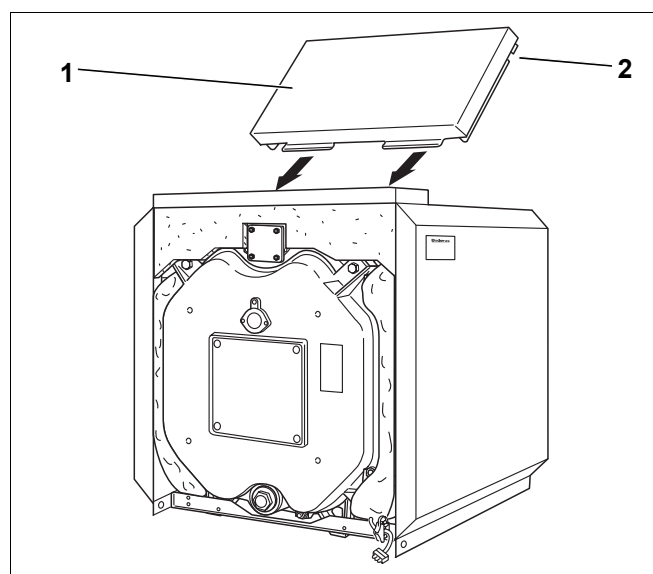

Bild 37 Montage – hintere Haube
- Die hintere Haube (Bild 37, **Pos. 1**) so zwischen die Seitenwände legen, dass der Ausschnitt (Bild 37, **Pos. 2**) über die Traverse greift.